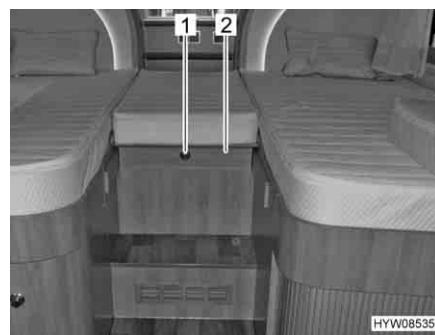

Fig. 101 Letto singolo (coda)
- Premere il bottone automatico (Fig. 101,1) e aprire il diaframma (Fig. 101,2).